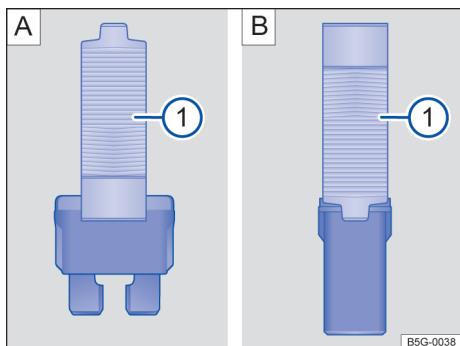

Fig. 179 Retirar ou colocar o fusível com a pinça de plástico: **A**): fusível plano, **B**): fusível de bloqueio.
- Se necessário, retirar a pinça de plástico → Fig. 179 **A**) ① da cobertura da caixa de fusíveis.
- De acordo com a versão do fusível, colocar as garras adequadas do alicate plástico → Fig. 179 **A**) ① ou → Fig. 179 **B**) ① lateralmente no fusível.